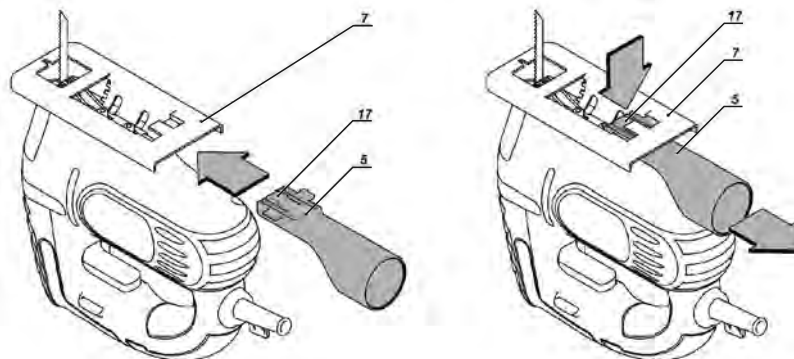

fig.2 – dibujo demostrativo para montaje y desmontaje adaptador para aspirador de polvo
Para montar el adaptador para la aspiradora de polvo (5), encájelo en la conexión para el depósito de polvo, que se encuentra junto a la placa (7), la traba (17) debe enganchar en la conexión de la placa (7), para retirar solamente presione la traba de la conexión (17), fig.2.